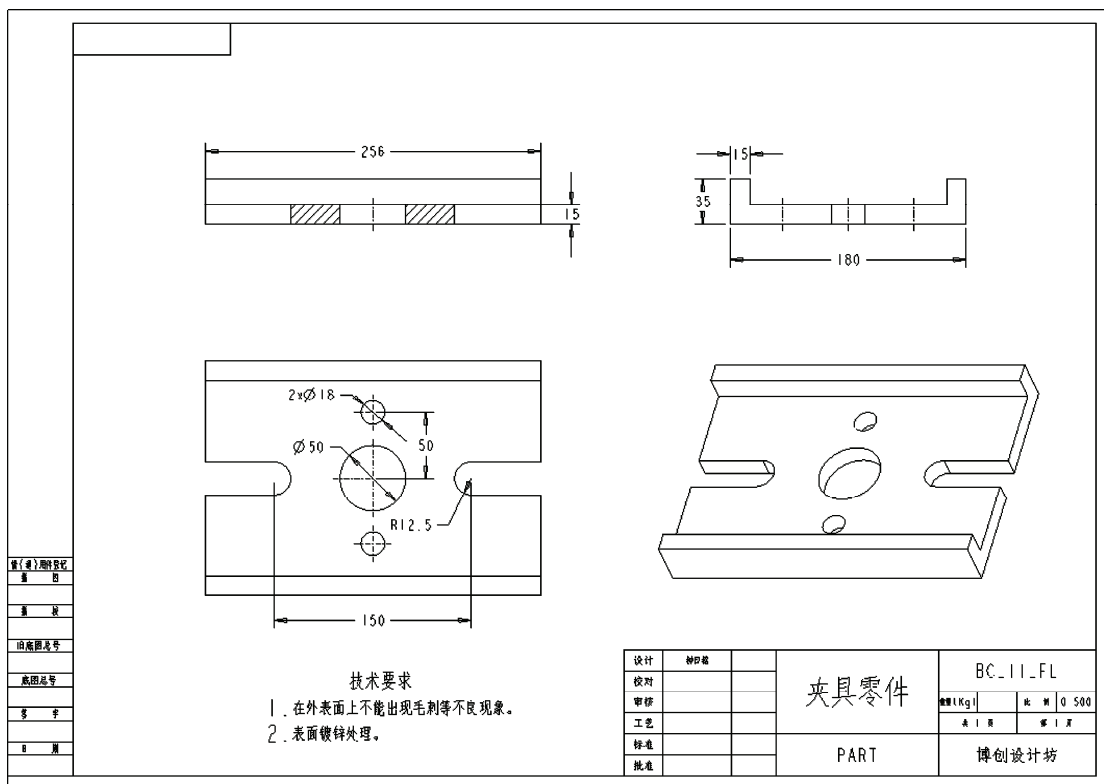

图 11-92 完成的工程图
2) 在工程图（绘图）模式下建立工程图，最后完成的工程图如图 11-92 所示。